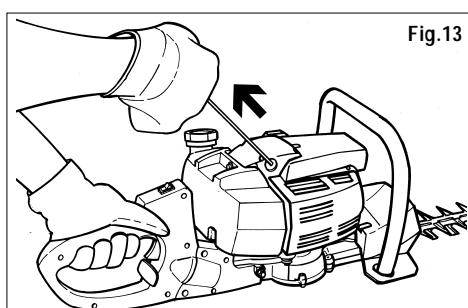

Fig.13
- 7) Tirar completamente, 3 veces, del asa del cable de puesta en marcha (fig. 13).
- 9) Tirar el cable de puesta en marcha (fig. 13) hasta el arranque del motor.